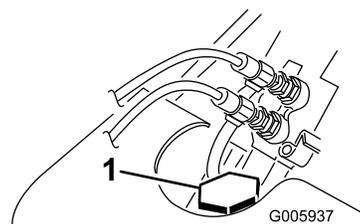

図 15
3. ラジエターの補給キャップを外し、冷却液の量を点検する（図 15）。